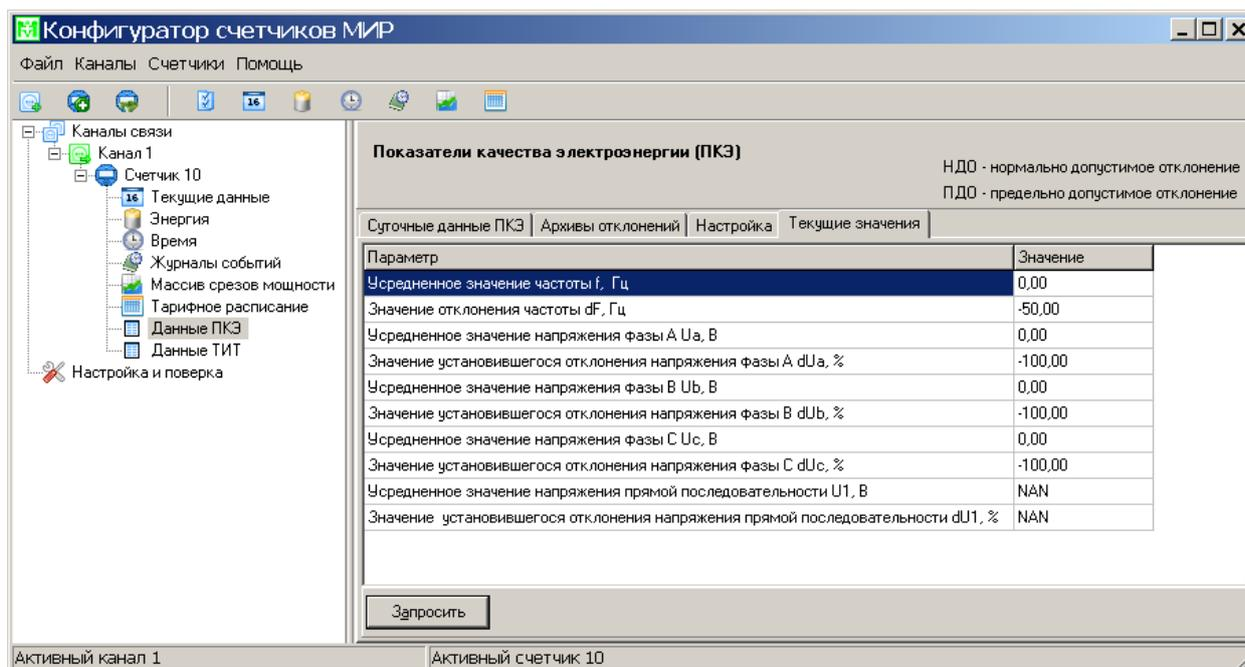

Рисунок 3.54
3.3.21.5 Вкладка *Текущие значения* (рисунок 3.54) предназначена для отображения и считывания (при нажатии кнопки *Запросить*) текущих значений данных ПКЭ.